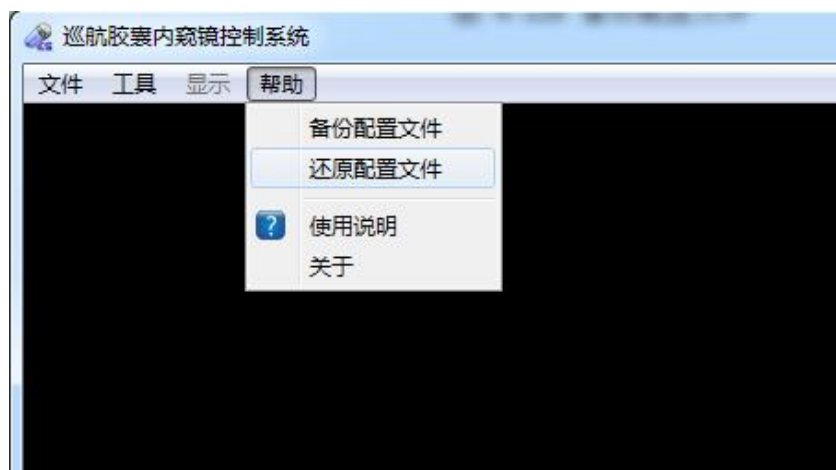

图 4-130 手动还原配置文件
4. 点击菜单 **帮助**→**还原配置文件**，打开还原配置文件选择框，选择要还原的配置文件所在的文件夹，点击**确定**后，在弹出的还原确认框中点击**确定**，可以将该备份配置文件还原，还原成功后，弹出还原成功提示框；如图 4-130、图 4-131、图 4-132、图 4-133 所示。